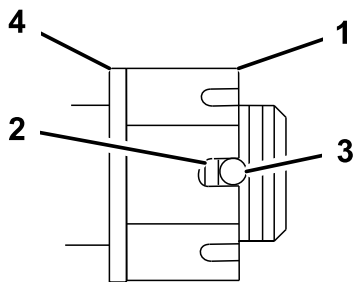

Figure 56
4. Serrez l'écrou crénelé à 170 Nm (Figure 56).
5. Mesurez l'espace entre la base de la fente de l'écrou et le bord intérieur du trou. On ne doit pas voir plus de deux filets (Figure 56).
7. Serrez l'écrou crénelé à 170 Nm (Figure 56).
8. Serrez l'écrou jusqu'à ce que la série de fentes suivante soit en face du trou de l'axe (Figure 56).